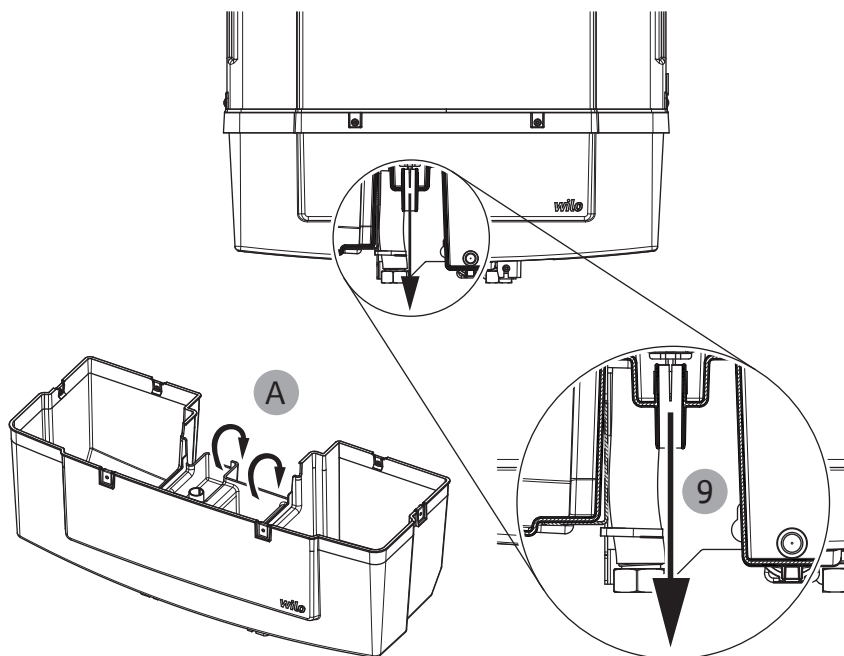

Fig. 11: Troppopieno
- Non posizionare né fissare alcun dispositivo né altro oggetto sotto il prodotto. Il sistema è provvisto di un troppopieno integrato (Fig. 11, Pos. A).